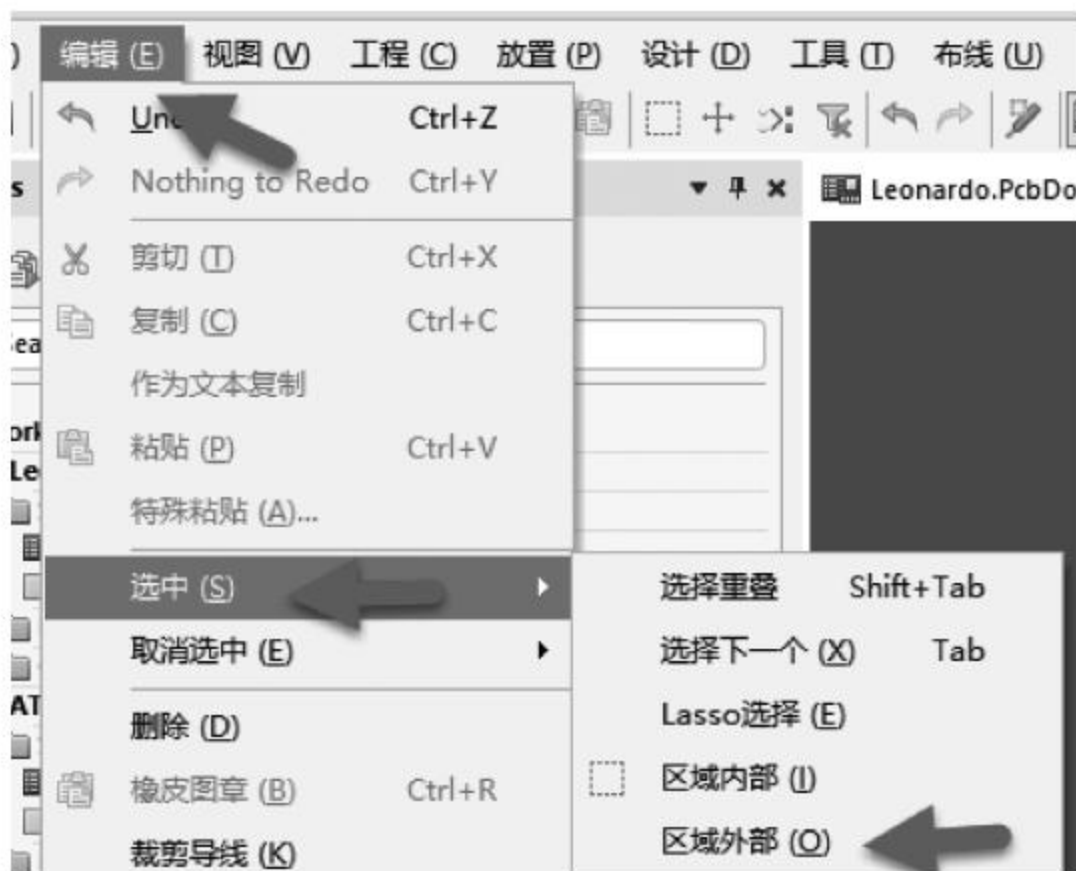

图 8-30 执行“区域外部”命令
解：(1) 框选视线区域里的所有元件,然后执行菜单栏中“编辑”→“选中”→“区域外部”命令(如图 8-30 所示),或者按快捷键 E+S+O,就可以反选中区域外部的元件。